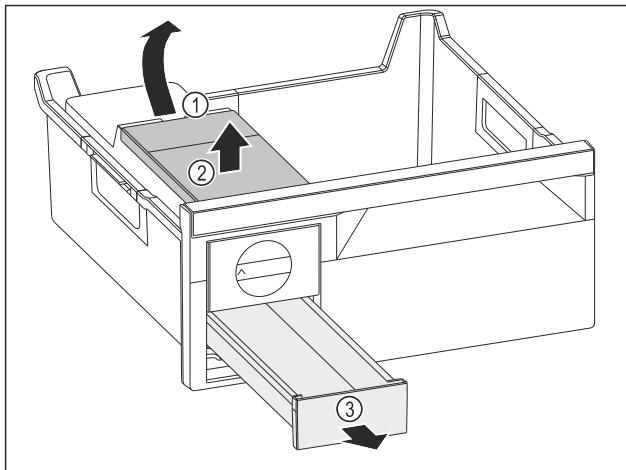

Fig. 81
- ▶ Извлеките бак для воды: Поднимите бак для воды за выемку Fig. 81 (1).
- ▶ Извлеките бак для воды Fig. 81 (2) движением вверх.
- ▶ Извлеките выдвижной ящик для кубиков льда Fig. 81 (3) движением вперед.